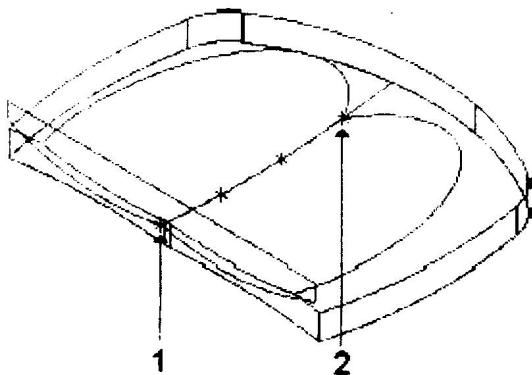

图 2.8 变半径端点选择图
(10) 在边展示区内用鼠标左击第一个 VERTEX, 在图 2.8 所示“1”的位置相应的 Vertex 变亮。
(11) 在 Radius 文本盒中输入 3 的值。
(12) 在边展示区内用鼠标左击第二个 VERTEX，在图 2.8 所示“2”的位置相应的 Vertex 变亮。